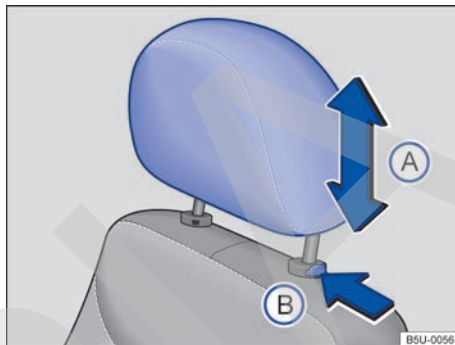

Fig. 75 Desmonte el apoyacabezas delantero.
- Presionar la tecla → **fig. 75 (B)** en el sentido de la flecha. Retire el apoyacabezas mientras presiona la tecla. ▶
- Empuje el apoyacabezas totalmente hacia abajo con la tecla → **fig. 75 (B)** presionada.